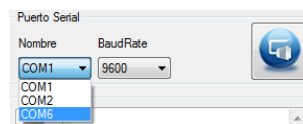

Figura 33: Selección de puerto COM asociado a la placa
- Sobre la sección *Puerto Serial* debe identificarse sobre el menú desplegable *Nombre*, el puerto COM asociado a la placa. La figura 33 ilustra dicho concepto
- Debe tenerse en cuenta sobre la instrucción *uartConfig()*, perteneciente a la librería *sAPI*, deben asignarse dos parámetros de entrada, uno de ellos indica el módulo de la UART sobre la cual se desea trabajar, en este caso el parámetro es *UART\_USB*. El segundo parámetro que debe asignarse a dicha instrucción es la velocidad de transmisión en baudios. El valor de la velocidad previamente configurada sobre el programa debe ser configurado sobre el menú desplegable *BaudRate*, ubicado sobre el costado derecho del menú desplegable *Nombre*. Por ejemplo, si la velocidad configurada es igual a 9600 baudios, entonces sobre dicho menú debe seleccionarse 9600, como lo ilustra la Figura 33.